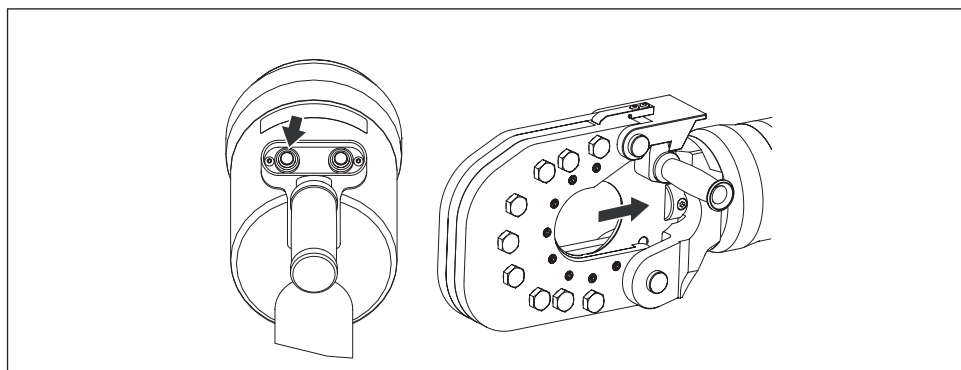

図11:操作 - 格納
- **retract** (格納) プッシュボタンを押し続けると、ピストンが格納され、可動ブレードが後方へスライドします。図11を参照してください。